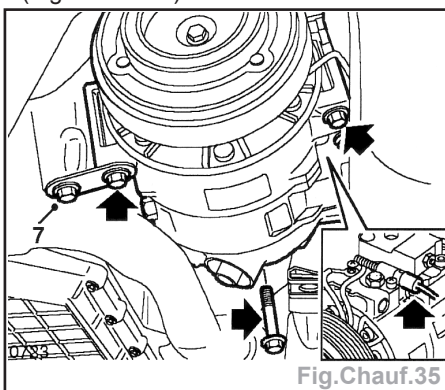

Fig.Chauff.35
- Desserrer le boulon (7) maintenant le support de soutien du compresseur sur le carter d'huile mais ne pas l'enlever (Fig.Chauff.35).